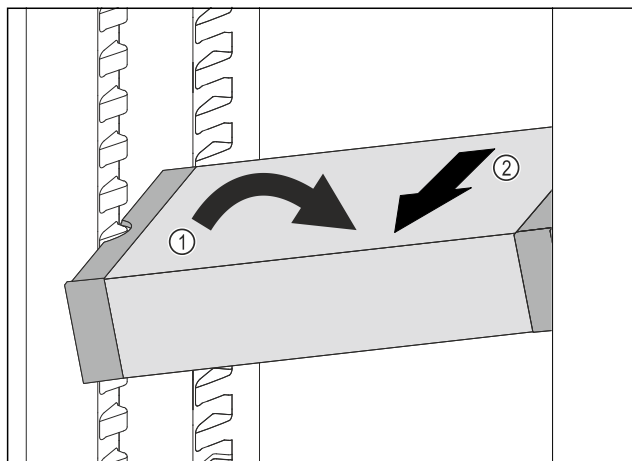

Fig. 114
- Ukosite ladicu VarioSafe u hladnjaku. Fig. 114 (1)
- Izvadite ladicu VarioSafe prema naprijed. Fig. 114 (2)